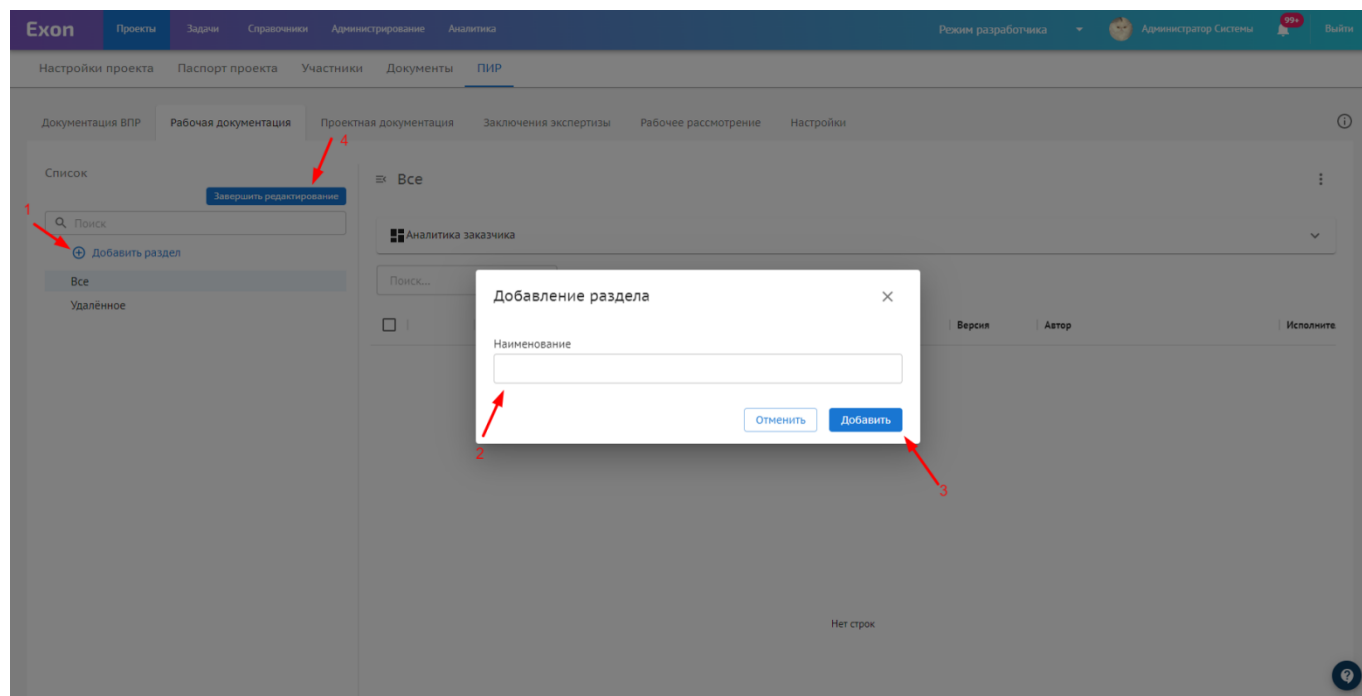

Рис. 3 - Добавление раздела
2. С помощью активной кнопки «Добавить раздел» (1), ввести наименование раздела и нажать «Добавить» (3), после чего необходимо сохранить изменения действием «Завершить редактирование» (4) (рис. 3);